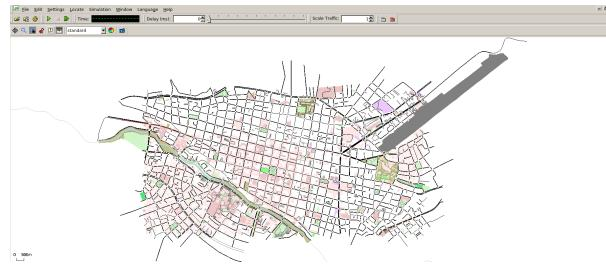

Figure 1.6: Archivo de configuración cargado.
3. En el menú superior de la GUI de SUMO (ver Fig. 1.6), seleccionamos *File → Open Simulation* y buscamos el archivo de configuración del escenario xx.sumo.cfg.